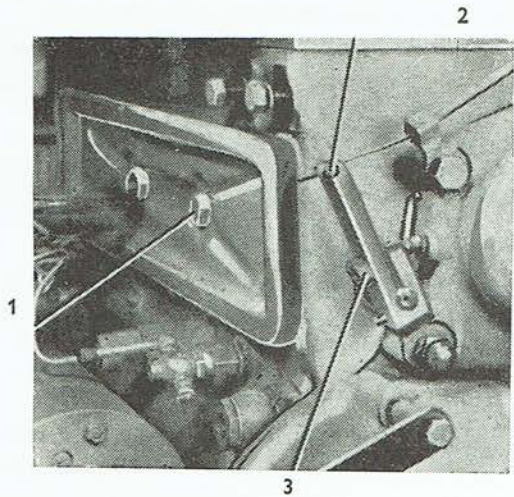

Abb. 83
2. Zwei Schrauben M 10×26 (Abb. 83/1) am rechten Seitendeckel des Kurbelgehäuses sind auszuschauben und der Deckel ist abzunehmen. (Beim Schlepper Zetor 2511 ist es eine Schraube, beim Schlepper Zetor 4511 zwei Schrauben und zwei Deckel.)
3. Die Schraube M 4×12 (Abb. 83/2) des Seilendverschlusses am Hebel (Abb. 83/3) der Dekompressorstange ist zu lösen. Innerhalb des Paneels unterhalb des Instrumentenbrettes ist die Mutter M 12 auszuschauben und der Dekompressorknopf samt Seil herauszuziehen.